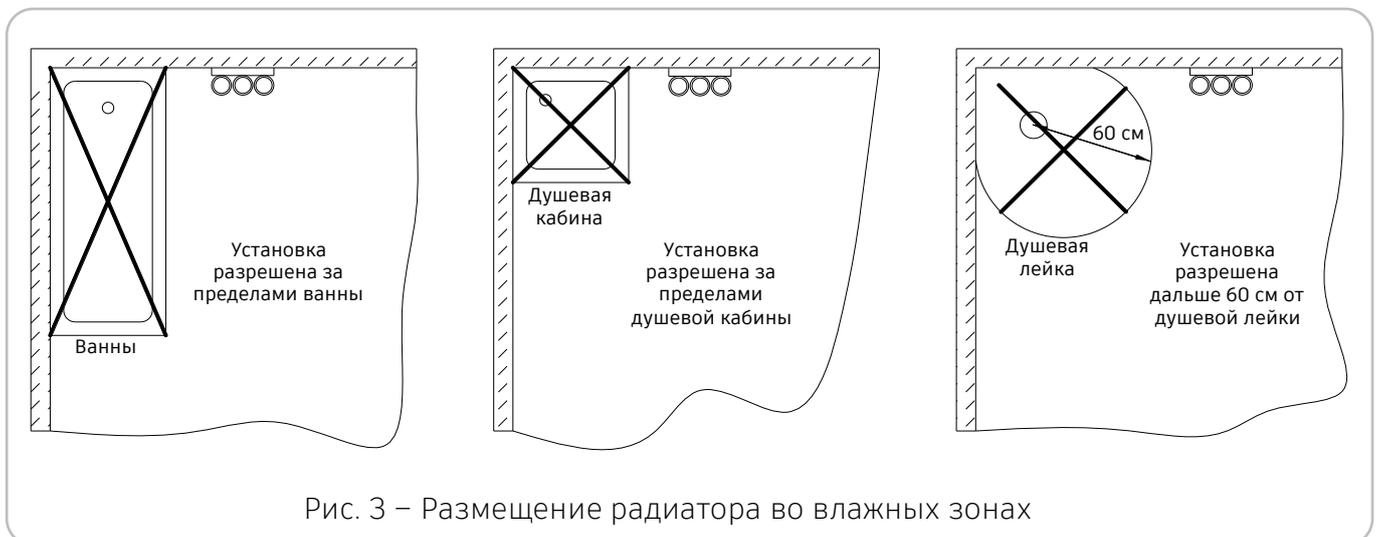

Рис. 3 – Размещение радиатора во влажных зонах
2.9 Радиатор может располагаться рядом с ванной или душевым поддоном. Минимальное расстояние от душевой лейки без поддона не менее 60 см. (рис. 3).